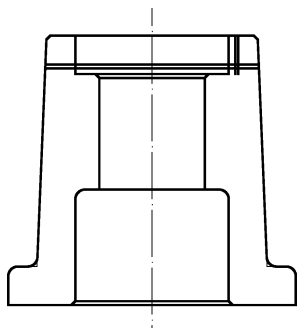
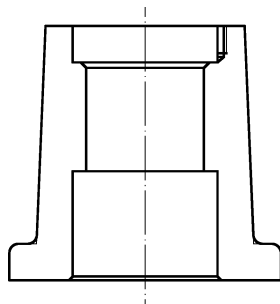

图 11-27 绘制构造线示例
图 11-28 绘制定位螺钉孔示例
3) 绘制定位螺钉孔。选择“绘图”面板→“构造线”命令，输入0，指定最上水平线，偏移距离为“15”和“17”，绘制水平构造线；指定上孔右边线，偏移距离为“3.5”和“5”，绘制垂直构造线，绘制结果如图11-27所示。然后选择“修改”面板→“修剪”命令，修剪多余线条，执行结果如图11-28所示。